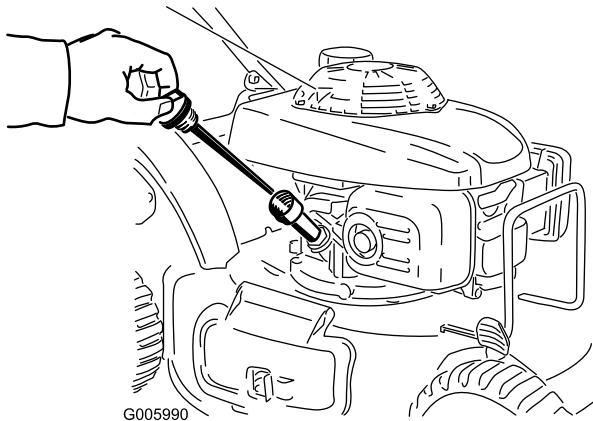

Figura 15
1. Retire la varilla, límpiela con un trapo, vuelva a colocarla en el tubo de llenado, **pero no la enrosque** (Figura 15).
2. Retire la varilla y compruebe el nivel de aceite (Figura 15).
Si no hay aceite sobre la varilla, vierta aceite **lentamente** por el tubo de llenado de aceite, comprobando el nivel con la varilla de vez en cuando, hasta que la varilla indique que el motor está lleno, tal como muestra Figura 15. **No llene demasiado.** (Capacidad máxima: 0,55 l (20 onzas), tipo: SAE 30W, aceite detergente con clasificación de servicio API SH, SJ, SL o superior.)